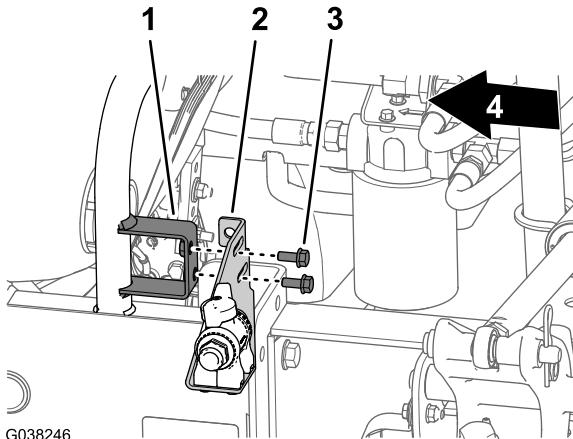

图60
- 将搅拌阀支架中的插槽与节流阀支架安装座中的孔对齐 图60。
- 用 2 个凸缘头螺栓 $5/16 \times \frac{3}{4}$ 英寸将搅拌阀支架固定到节流阀支架安装座上 图60。